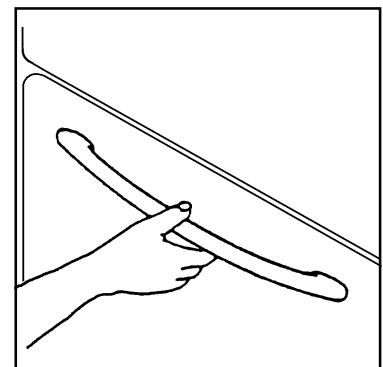

Рис. 5
**При открывании двери всегда беритесь за центр ручки (рис. 5).**